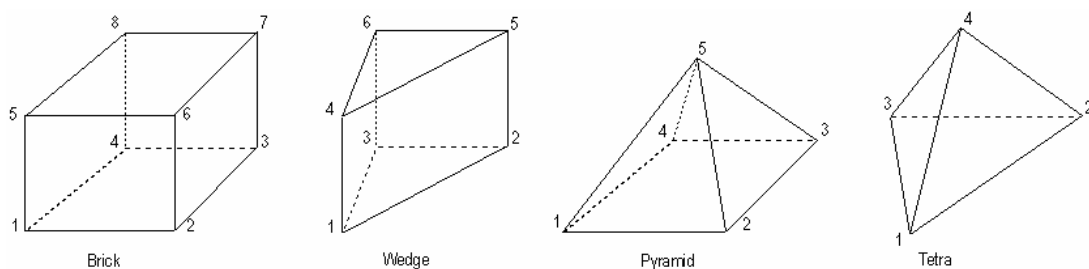

Рис.2.13. Порядок нумерації кутів об'ємних фігур (рисунок з Help)
- по точках у кутах (**Corners...**): вказуються координати від 4-х до 8-ми точок у порядку, вказаному на рис.2.13. Якщо введені дані не суперечливі, то об'єм створюється;
- поверхнями (**Surfaces...**): вказується тип фігури (**Brick**, **Wedge**, **Pyramid** або **Tetra**, див. рис.2.13); як бокові (**Sides**), нижня (**Bottom**) та верхня (**Top**) обираються раніш створені поверхні, що описують замкнений простір. **Увага:** не можна застосовувати конструкційні (граничні) поверхні (див. Розділ 2.2.4), та створені командою **Geometry→Surface→Aligned Curves...**, тобто по декільком лініям;